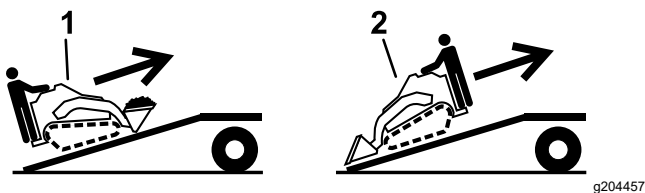

Figure 28
5. Chargez la machine sur la remorque en plaçant le côté le plus lourd en haut de la rampe et en maintenant la charge en bas (Figure 28).